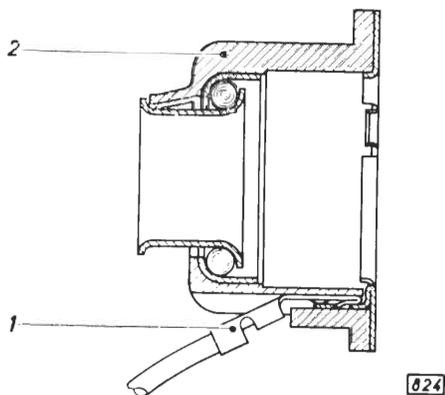

Bild 36 - Spezialstecker für Signalhornkabel in Kugellagergehäuse eingesteckt
Anmerkung: Da der Stecker als schwer lösbare Verbindung zwischen Signalhornkabel und Kontaktplatte ausgelegt ist, wird beim Herausziehen des Steckers **in jedem Fall eine Verformung desselben und evtl. der Kontaktplatte** entstehen. Die abgebogene Nase des Spezialsteckers sitzt in einem Loch der Kontaktplatte und wirkt somit als Widerhaken (Bild 36).
5. Stecker so weit in Kugellagergehäuse eindrücken, bis abgebogene Nase des Steckers in Loch der Kontaktplatte einrastet (Bild 36).